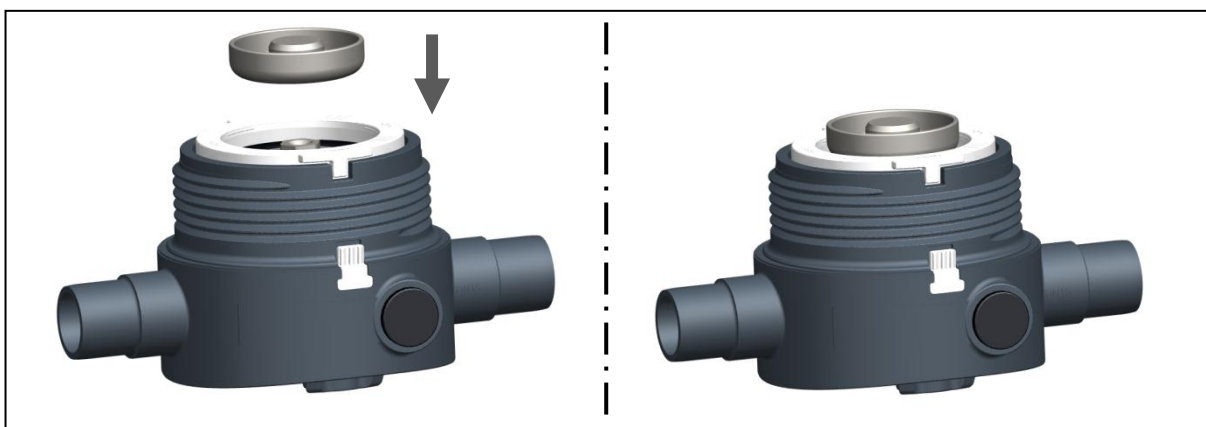

Abb. 14
- Druckstück auf Kartusche setzen, siehe Abb. 14